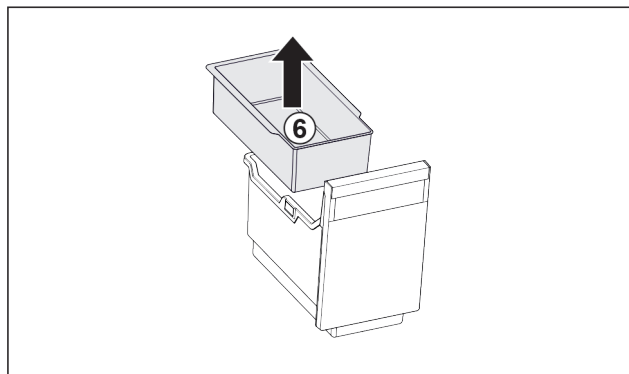

Fig. 124
- ▶ Odoberte závesnú misku Fig. 124 (6).